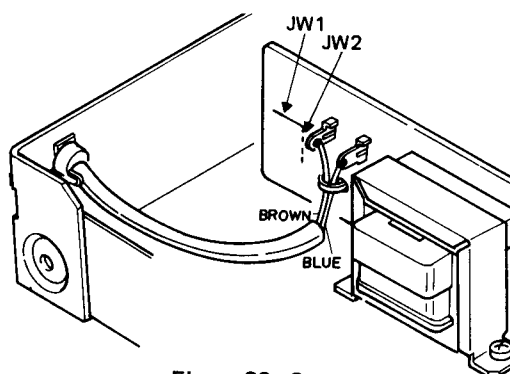

Figure 26-2
2. Cut out the jumper wire JW1 and add the jumper wire JW2 to the position shown in Fig. 26-2.
④ SERVICE-INFORMATION
2. Den Schaltdraht JW1 abschneiden und den Schaltdraht JW2 zu der in Abb. 26-2 gezeigten Stelle hinzufügen.
⑥ INFORMATION DE SERVICE
2. Couper le fil volant JW1 et ajouter le fil volant JW2 à l'endroit indiqué sur la Fig. 26-2.